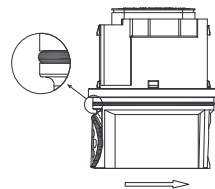

Abb. 4
- 2.6. Überprüfen, ob der mit dem Messeinsatz mitgelieferte neue O-Ring richtig auf dem Messeinsatz sitzt. Falls dies nicht der Fall ist, muss der O-Ring in die vorge-sehene Nut am Zählereinsatz eingelegt werden (Abb. 4). Es sind ausschließlich die Originaldichtungen des Herstellers zu verwenden.